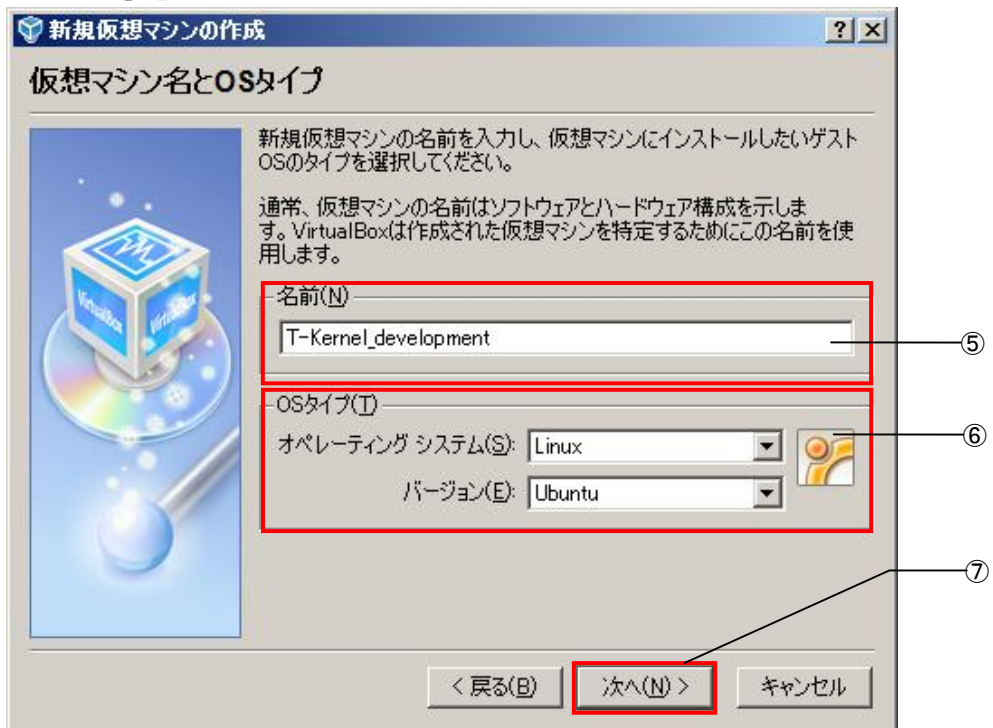

図 2-2-4-4. マシン名、OS タイプの設定
- ⑧ 図 2-2-4-5 のようなメモリ設定画面に変わります。仮想マシンのメモリサイズを入力します。